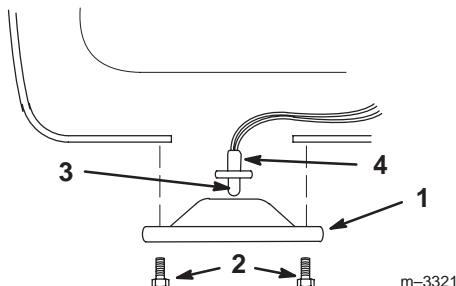

Bild 57
2. Entfernen Sie die beiden Schrauben, mit denen die Linse befestigt wird (Bild 57).
3. Ziehen Sie die Linse so weit heraus, dass Sie die Birnenfassung entfernen können (Bild 57).
4. Ziehen Sie die Birne aus ihrer Fassung heraus (Bild 57).
1. Schieben Sie eine neue Birne in ihre Fassung (Bild 57).
2. Stecken Sie die Birnenfassung in die Linse und schieben diese in die Zugmaschine (Bild 57).
3. Sichern Sie die Linse mit den beiden Schrauben ab, die Sie vorher entfernt haben (Bild 57).